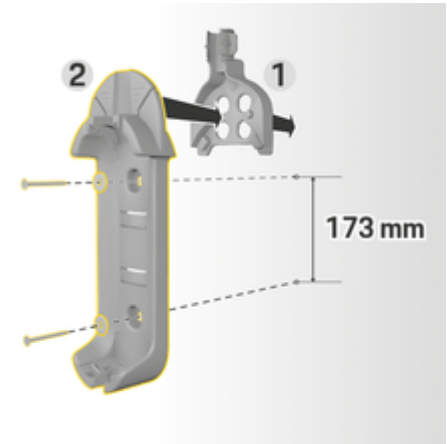

Fig. 1: Dimensione foro
3. Inserire la base del supporto a muro 2 (Fig. 1) dalla parte anteriore nel passacavo 1 (Fig. 1).